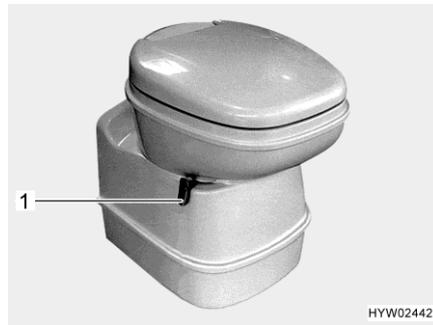

Fig. 180 Cuvette Thetford, orientable
- Avant d'actionner la chasse d'eau, ouvrir le curseur des toilettes Thetford. Pousser pour cela le levier du curseur (Fig. 180,1) dans le sens inverse des aiguilles d'une montre.